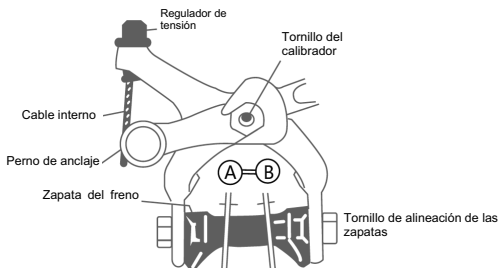

Figura 8
- c. Ambas zapatas deben tener la misma distancia a la llanta: entre 1 y 2 mm. Se pueden ajustar con los tornillos de alineación de las zapatas. (Figura 8)